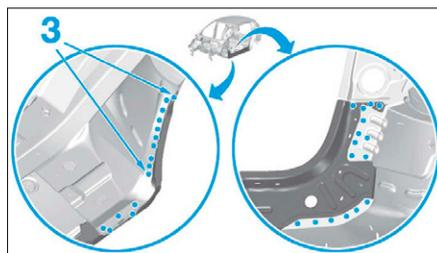
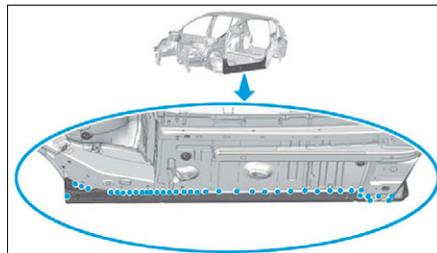
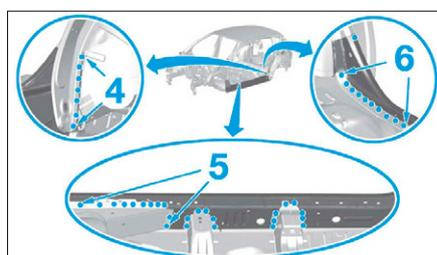
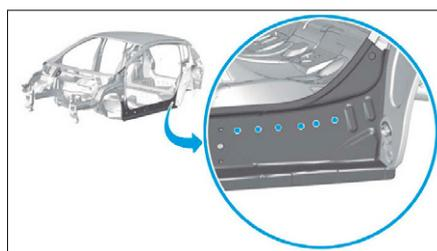

FIG. 112
FIG. 113
FIG. 114
FIG. 115
- par points bouchons en (3) puis en (4), (5) et (6) (Fig.112), (Fig.113), (Fig.114) et (Fig.115),